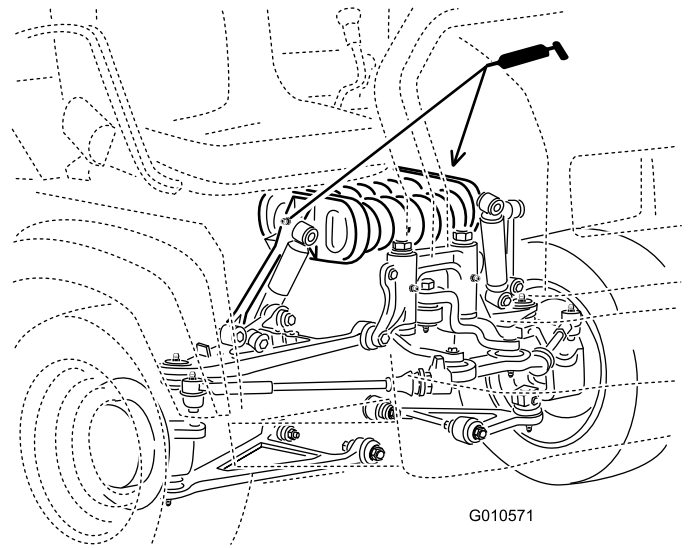

Figura 28
- **Armazón del muelle(2);** consulte Figura 28